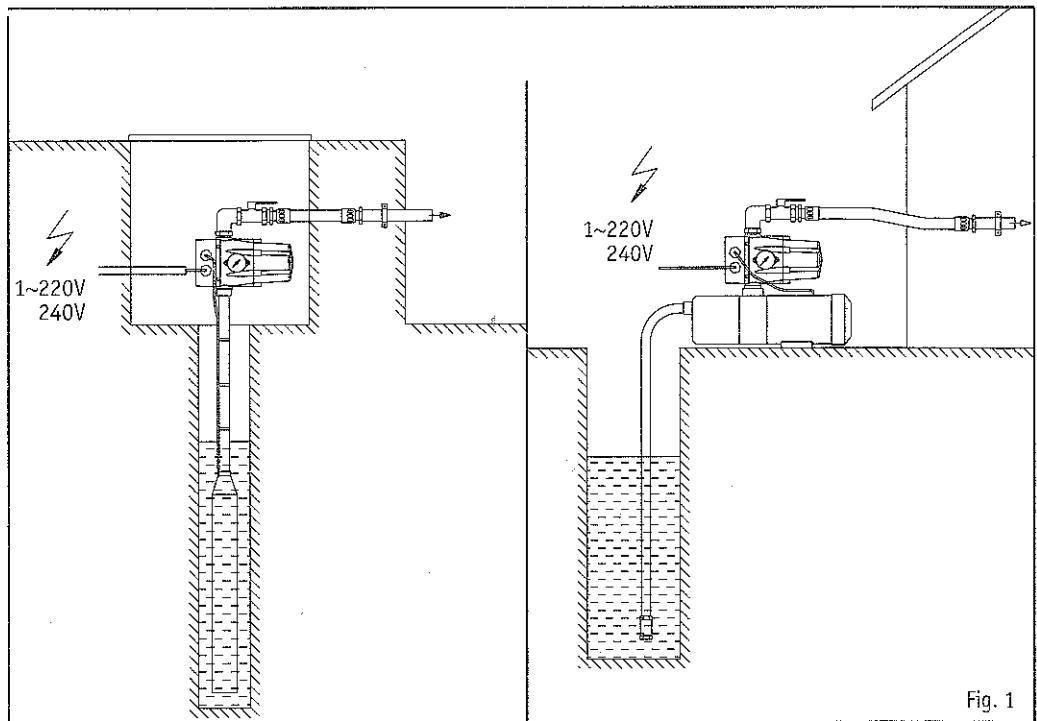

Fig. 1
HYDRAULIC CONNECTION (fig. 1)
-Corrente massima:	10 (6)A
**COLLEGAMENTO IDRAULICO (fig. 1)**